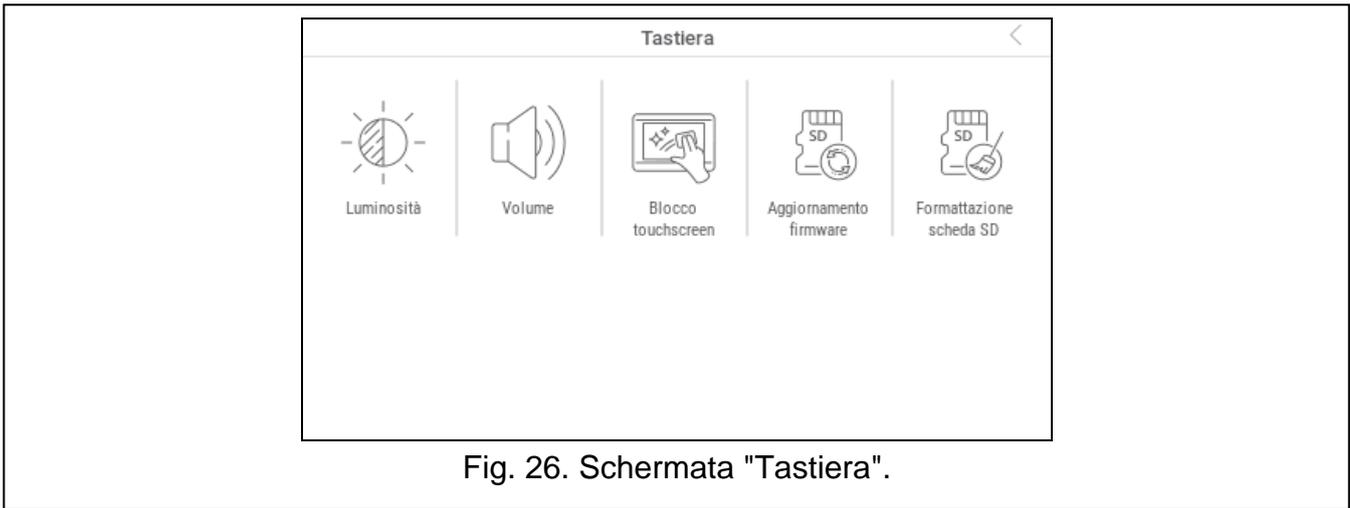

Fig. 26. Schermata "Tastiera".
6. Toccare la funzione "Tastiera". Viene visualizzata la schermata "Tastiera" (Fig. 26).
3. Toccare la funzione "Tastiera". Viene visualizzata la schermata "Tastiera" (Fig. 26).